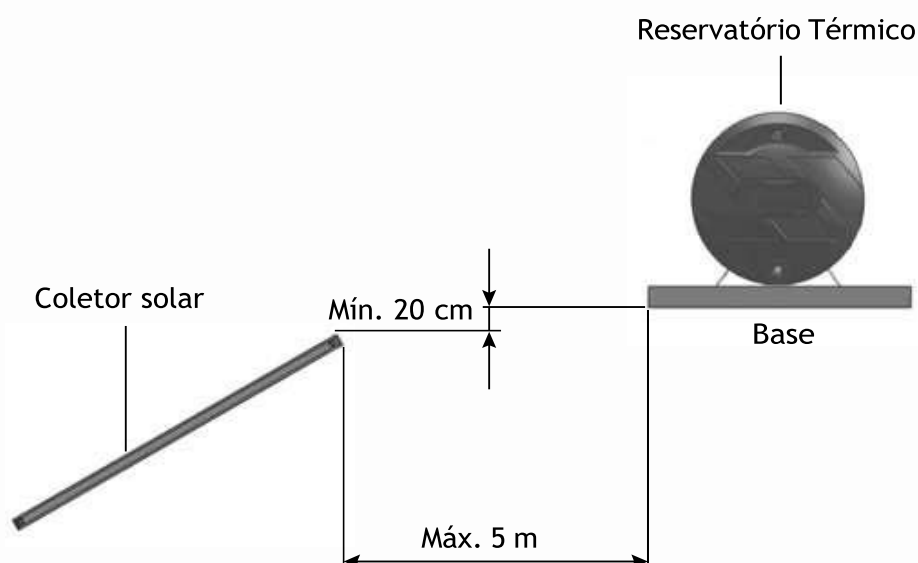

Fig. 23 - Circuito primário - Circulação por termossifão - Dimensões recomendadas
► Deve haver um desnível mínimo de 20 cm entre o topo dos coletores solares e a base do reservatório térmico (Fig. 23 e 24). Para modelos de reservatório em nível o desnível mínimo deve ser de 10cm entre o topo dos coletores solares e a base do reservatório.